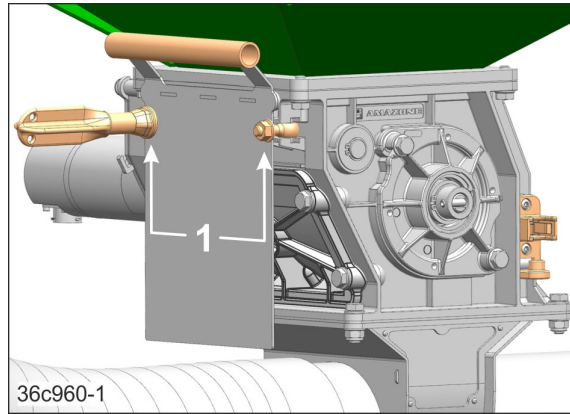

Fig. 141
1.2 2 Muttern (Fig. 141/1) lösen.